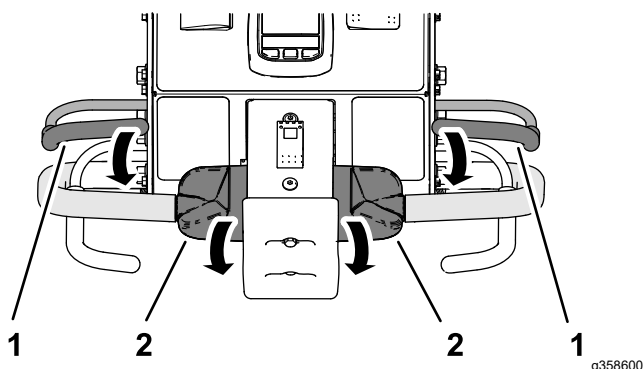

Figura 35
1. Țineți oricare dintre manetele pentru prezența operatorului la bara de ghidare și rotiți partea superioară a comenzii de tracțiune spre înainte (Figura 35).